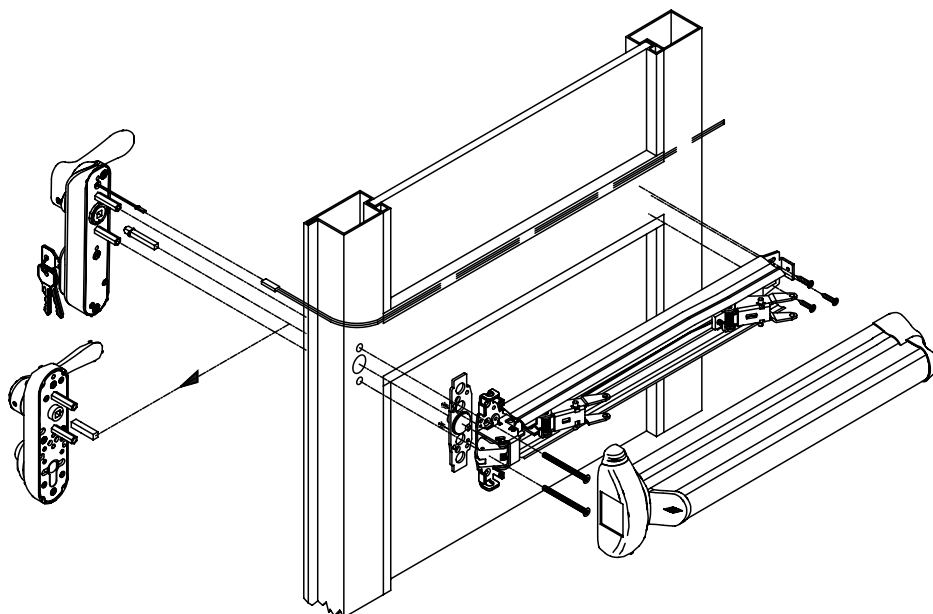
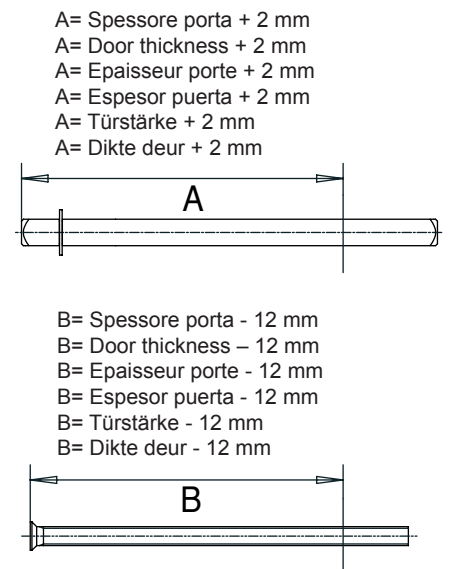

FIG. 6
FIG. 7
**IT** PREDISPOSIZIONE DELLA PORTA TAGLIAFUOCO PER IL MONTAGGIO CON MANIGLIONE AD APPLICARE CON ELETTROMANIGLIA art. 1.07074.80.0 (Fig. 6 - Fig. 7)
- 3B. tagliare quadri e viti secondo le dimensioni indicate in fig. 7;
**FR** PREPARATION DE LA PORTE COUPE-FEU POUR LE MONTAGE DE LA BARRE ANTI-PANIQUE A APPLIQUER DOTEE D'UN DISPOSITIF ELECTRIQUE art. 1.07074.80.0 (Fig. 6 - Fig. 7)
- 3B. couper tableaux et vis en respectant les dimensions indiquées sur la fig. 7 ;
**DE** VORBEREITUNG DER BRANDSCHUTZTÜR FÜR DIE MONTAGE EINER BETÄTIGUNGSSTANGE IN AUFSETZAUSFÜHRUNG MIT ELEKTRODRÜCKER Art. 1.07074.80.0 (Abb. 6. - Abb. 7)
- 3B. Die Vierkantstäbe und die Schrauben auf die in Abb. 7 angegebenen Maße ablängen;
**EN** PRE-SETTING A FIRE DOOR FOR INSTALLATION OF A RIM VERSION PANIC EXIT DEVICE WITH ELECTRIC HANDLE item 1.07074.80.0 (Fig. 6- Fig. 7)
**ES** PREPARACIÓN DE LA PUERTA CORTAFUEGOS PARA EL MONTAJE CON BARRA APLICADA CON ELECTROMANILLA Art. 1.07074.80.0 (Fig. 6 - Fig. 7)
- 3B. Corte los cuadrados y tornillos según las dimensiones indicadas en la Fig. 7;
**NL** VOORBEREIDING VAN DE BRANDDEUR OP MONTAGE VAN ELEKTRISCHE HANDGREEP VOOR MONTAGE art. 1.07074.80.0 (Fig. 6 - Fig. 7)
- 3B. snijd vierkantstiften en schroeven op de afmetingen die staan aangegeven in fig.7;